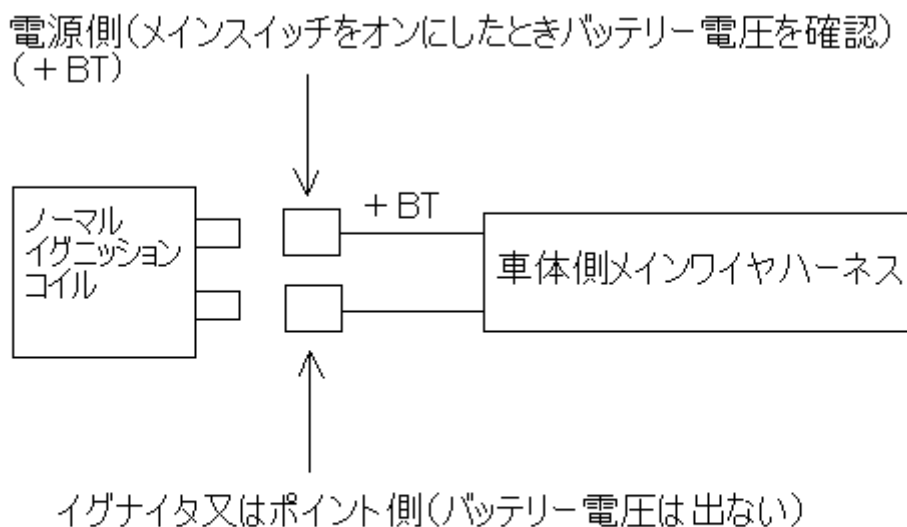

図1 電源側の確認
- ① ノーマルイグニッションコイルを取り外して下さい。取り外した後、車体側の配線端子で電源側、イグナイタ側をテスターで確認して下さい(図1参照)
- ② SPⅡパワーコイルとプラグコードを7、8ページ「プラグコードコネクタ装着方法」に従って接続して下さい。コード／キャップは、高電圧によるリーク防止の為、新品又は同様品を使用して下さい。
- ③ SPⅡパワーアンプの位置を設定し両面接着シートで固定して下さい。アンプは熱を発生しますので風通しに十分注意して下さい。